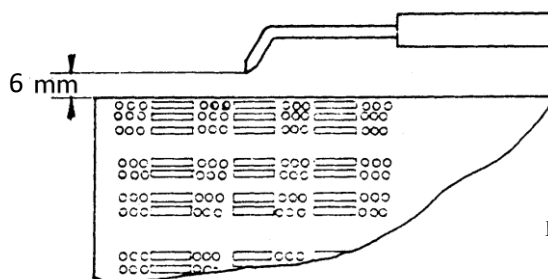

Fig. 2
- Kontrollér tændeledens position (se Fig. 2).